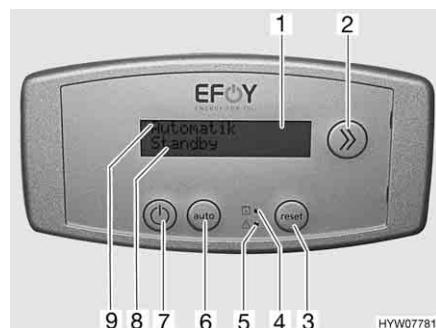

Fig. 130 Centralina di controllo per pila a combustibile
La pila a combustibile è composta da diversi componenti che sono montati nel gavone di coda (Fig. 128) e da un pannello di controllo (Fig. 130) posto nel vano abitabile.
La pila a combustibile carica automaticamente le batterie del vano abitabile non appena la loro tensione scende sotto i 12,5 V e la pila a combustibile viene attivata tramite il tasto acceso/spento (Fig. 130,7).
Il display (Fig. 130,1) della centralina di controllo è a due cifre. Nella prima riga (Fig. 130,9) viene visualizzato lo stato di funzionamento della pila a combustibile.
Nella seconda riga (Fig. 130,8) vengono visualizzate informazioni oppure segnalazioni di guasto.
La commutazione tra le informazioni a disposizione avviene mediante il tasto Info (Fig. 130,2).
I due LED sull'apparecchio di comando indicano i guasti (Fig. 130,5) e che è necessario sostituire la cartuccia del serbatoio (Fig. 130,4).
Dopo la rimozione dell'errore, riaccendere la pila a combustibile. A tal fine premere il tasto Reset (Fig. 130,3).
- Premere il tasto acceso/spento (Fig. 130,7). Nella prima riga del display (Fig. 130,9) viene visualizzata la modalità di funzionamento attuale.
- Se viene visualizzato "On" (acceso), la pila a combustibile si trova nella modalità di carica selezionata manualmente. Premere il tasto "auto" (Fig. 130,6), per commutare sulla modalità di funzionamento automatico.
- Premere il tasto acceso/spento (Fig. 130,7). La pila a combustibile si spegne in modo controllato.
- Se la pila a combustibile non è ancora stata spenta, premere il tasto On/Off (acceso/spento) (Fig. 130,7).